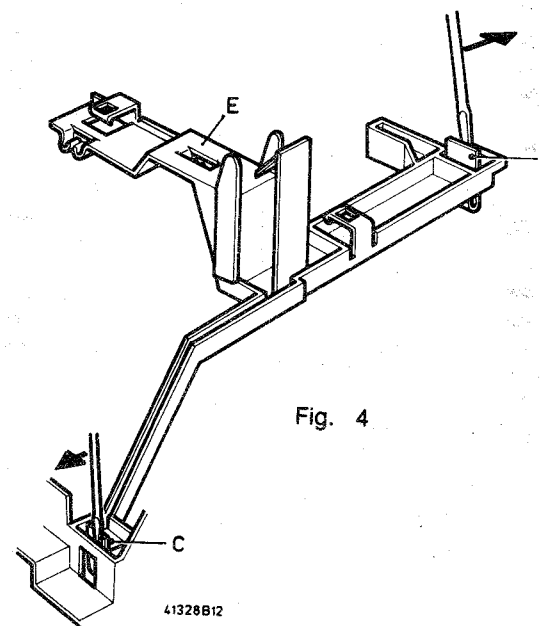

Fig. 4
2. Beseitigung des Digital Video und Control Modul (siehe Bild 4)